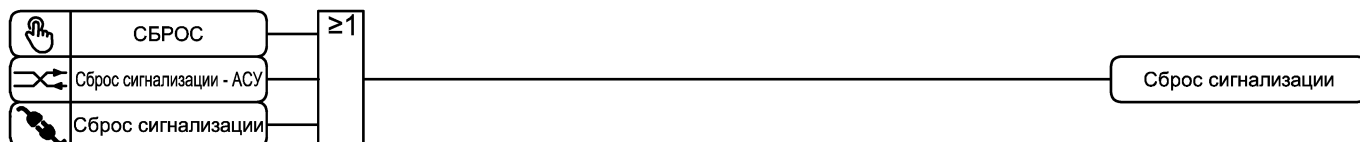

Рисунок 3.14 – Функциональная схема алгоритма сброса сигнализации
3.13.3 Сброс сигнализации осуществляется кнопкой «СБРОС» на лицевой панели пульта, командой АСУ или по входному подключаемому логическому сигналу «Сброс сигнализации» (см. рисунок 3.14).